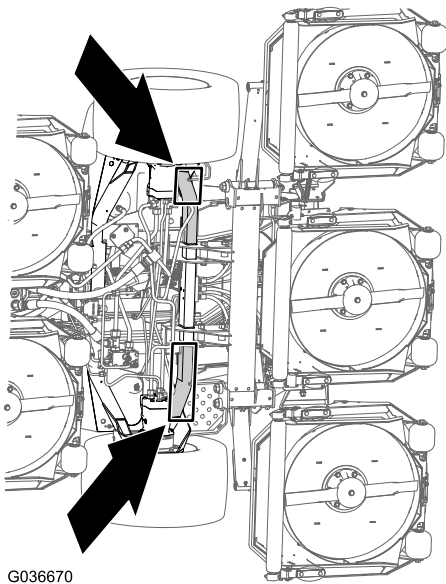

Figura 54
**Parte anteriore della macchina:** sul telaio della macchina, davanti ai motori di trasmissione delle ruote (Figura 54)